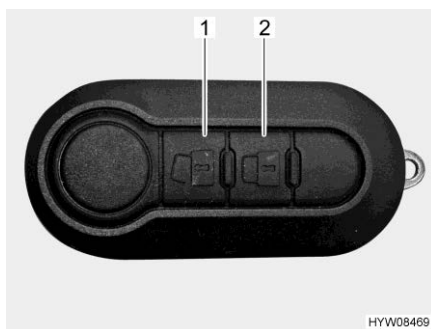

Bild 50 Fjärrstyrning centrallås
- Lås upp dörrarna: ■ Tryck en gång kort på knapp  (Bild 50,1). Dörrlåsen är upplåsta.
- Lås dörrarna: ■ Tryck en gång kort på knapp  (Bild 50,2). Dörrlåsen är låsta.